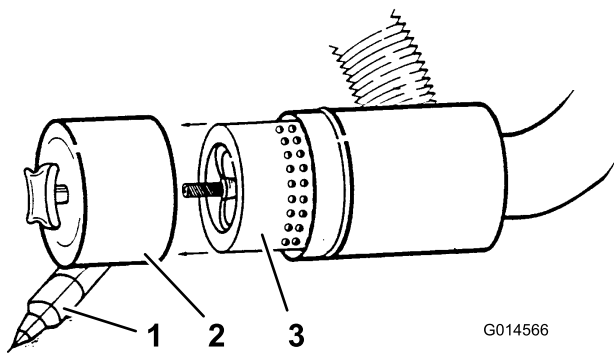

Figura 34
4. Retire y cambie el filtro (Figura 34).